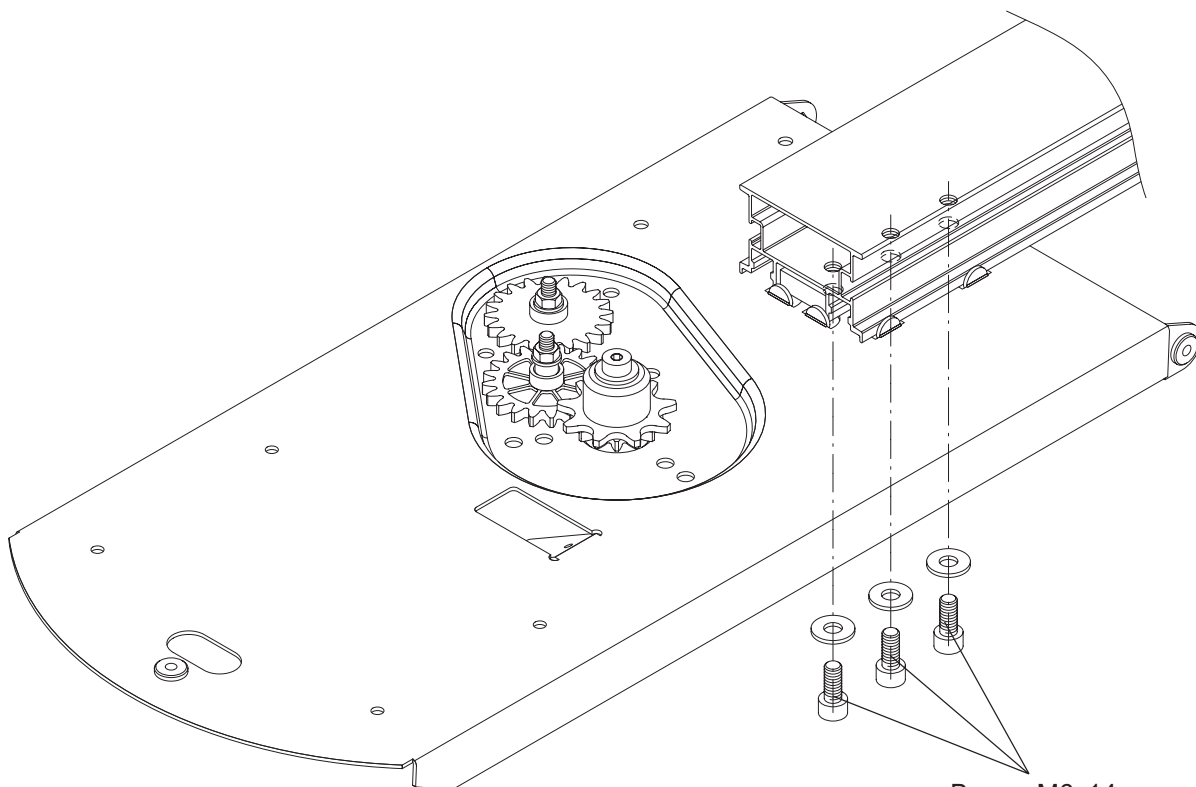

Рис. 6
- д) Закрепить алюминиевый профиль к базовой плате тремя винтами М6х14 с широкими шайбами (Рис. 6).